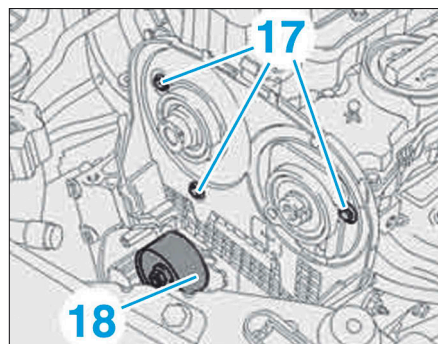
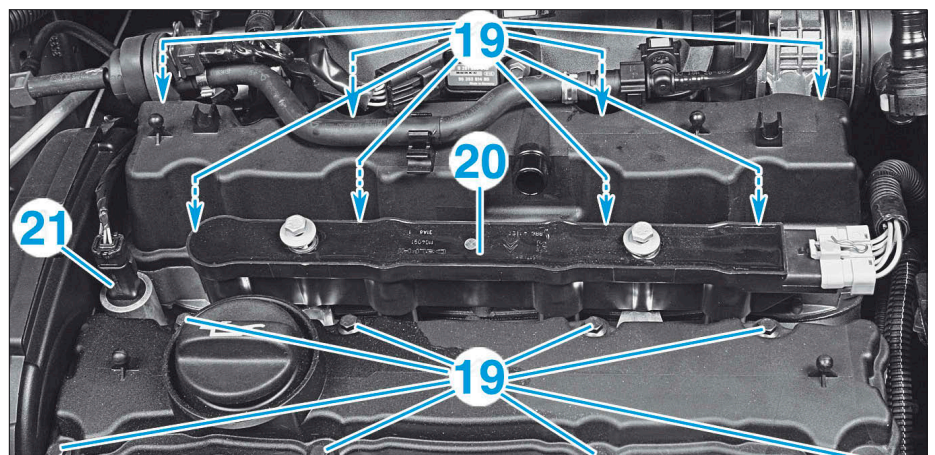

FIG. 27
FIG. 28
- les vis (17) (Fig.27),
- le galet tendeur (18).
- les vis (19) (Fig.28),
- le bloc de bobines (20),
- l'électrovanne (21) du déphaseur d'arbre à cames d'admission,